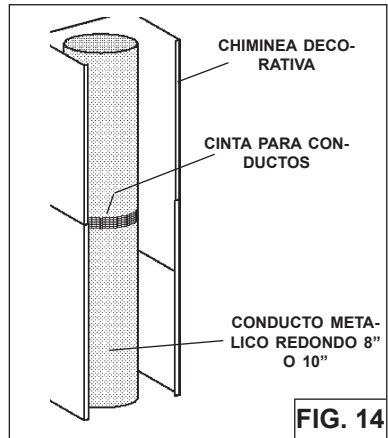

FIG. 14
2. Coloque conductos metálicos de 8" WPPIQ o 10" WPIQT & WPPE en la ubicación exterior (Fig. 14).